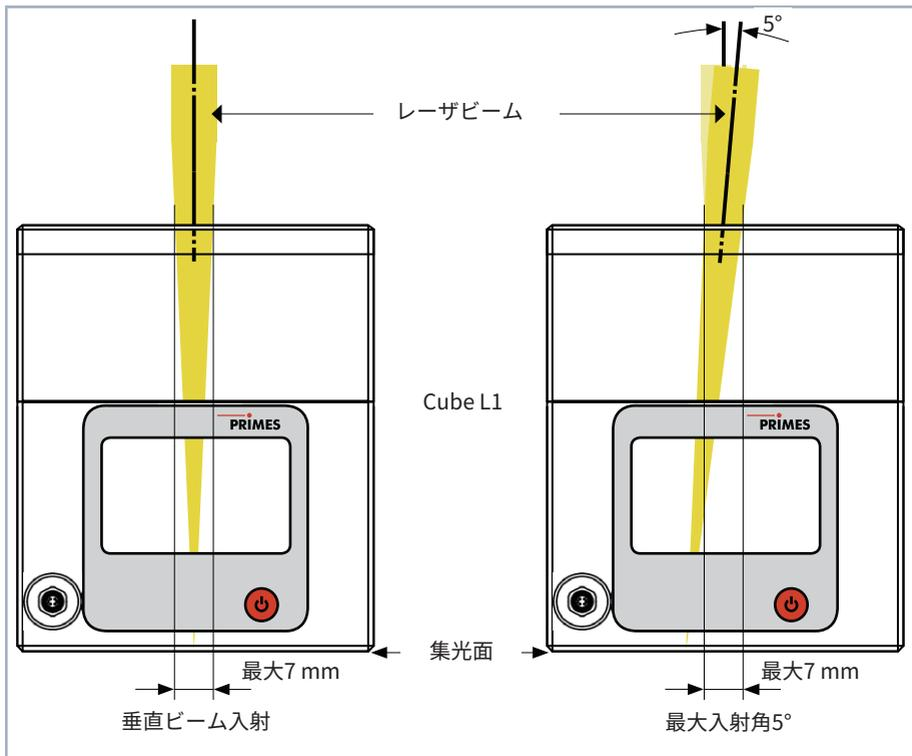

図8.1 レーザービームへのアライメント
キューブL1を、焦点位置より上に配置します(15ページの図8.1を参照)。レーザービームが集光しており、ビーム入射時の許容パワー密度を超えていないことを確認してください。レーザービームの焦点位置は、デバイスの下側に集光する必要があります。
1. デバイスをレーザ光に合わせます。(15ページ8.2章と15ページ図8.1の説明を参照。)